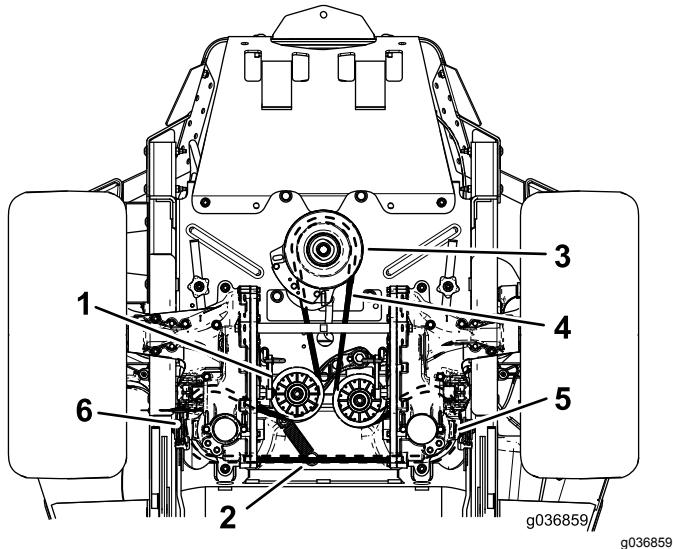

Figura 67
- Sollevate la macchina e sostenetela su cavalletti (Figura 67).
- Staccate la molla di tensione dal perno di ancoraggio (Figura 67).
- Installate la nuova cinghia attorno alla puleggia del motore e alle 2 pulegge della pompa idraulica (Figura 67).